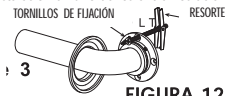

FIGURA 12
3. Introduzca un (1) TORNILLO FIADOR a través de cualquiera de los agujeros para la instalación en uno de los extremos de la Barra de Seguridad. Comience con la tuerca de resorte en el extremo del TORNILLO DE FIJACIÓN como se muestra (vea la Figura 12), atornillándolo en la tuerca unas tres vueltas. Repita este paso en dos (2) TORNILLOS DE FIJACIÓN en ese mismo extremo de la Barra de Seguridad.